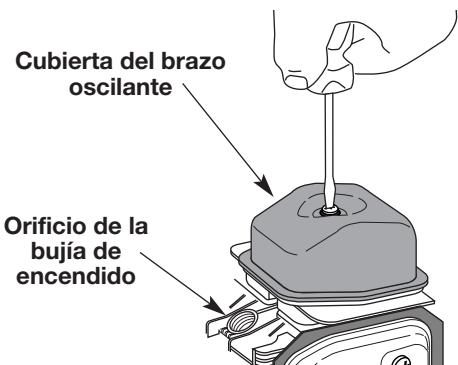

Fig. 53
7. Limpie la suciedad de alrededor de la cubierta del brazo oscilante. Saque el tornillo que sostiene la cubierta del brazo oscilante con un destornillador grande de vástago plano o con una broca Torx T-25 (Fig. 53). Saque la cubierta y la junta del brazo oscilante.
• El pistón se encuentre en la parte superior de su recorrido mientras mira dentro del orificio de la bujía de encendido (Fig. 53).